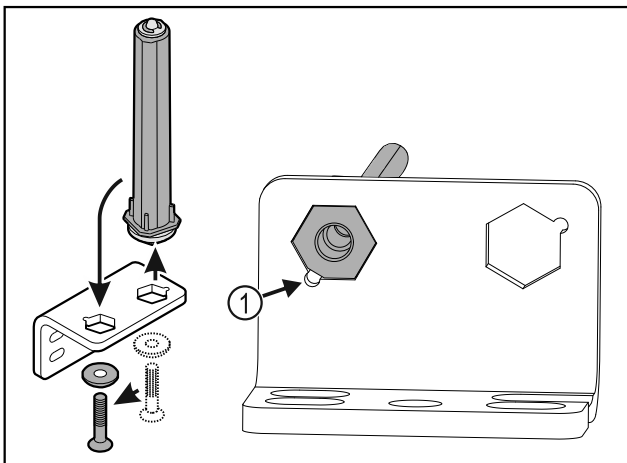

Fig. 19
- ▶ Observar que, al colocar, el bisel del perno Fig. 19 (1) apunte hacia el agujero redondo.